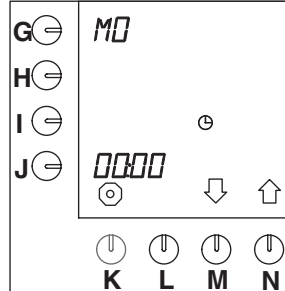

Fig. 42 Aktuell dag og tid
- Trykk på valgtasten (N.)↑ inntil fig.42 (Aktuell dag og tid) vises på displayet.
- Timeinnstillingen ved siden av programmeringstasten begynner å blinke (fig.42).